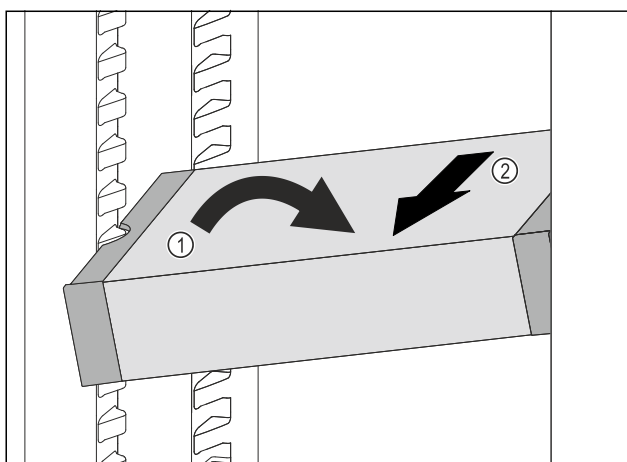

Fig. 116
- Impostare il vano frigorifero di VarioSafe ad angolo. Fig. 116 (1)
- Rimuovere VarioSafe tirando in avanti. Fig. 116 (2)